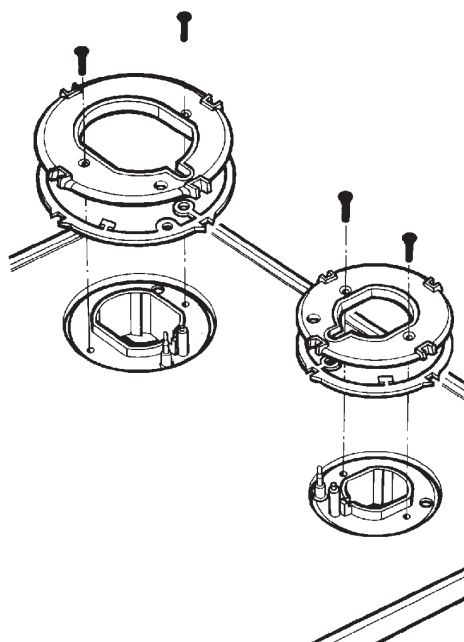

Fig. 1
4. Enlevez les deux disques de fixation et les garnitures en défaisant les quatre vis de fixation (M3) (2 par brûleur). (Voir Fig. 1).